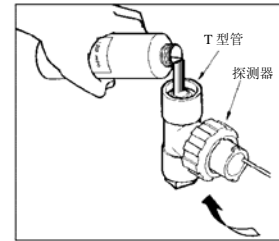

图 12
4. 关闭螺旋管阀门，然后打开采样阀门为系统减压。将传感器拆除并放置到装有蒸馏水或脱离子水的采样容器中，以获得 0 值，在接下来的过程中，将其输入为“LOW” (“低”) 校准点 (参见图 12)。如果存在堆积物或污垢，则请按照 44 页第十部分——“维护”中的说明步骤清理传感器。